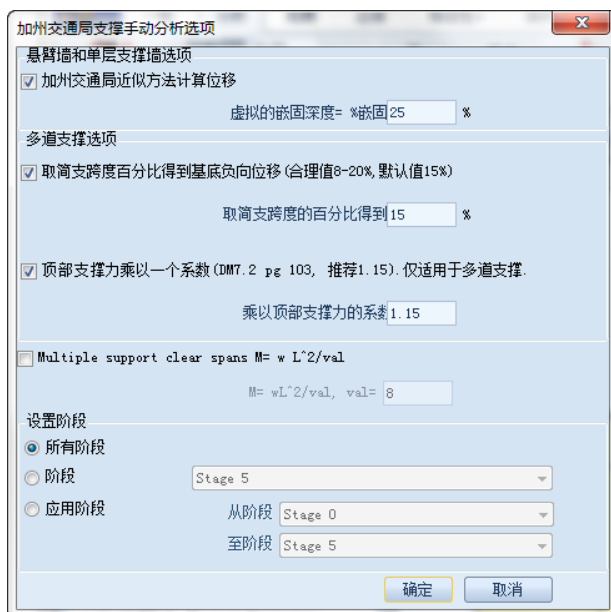

图 2.6.32 加州交通局支撑手动分析选项对话框
- d) **California Trenching and Shoring Manual 2011**: 在 CALTRANS Trenching and Shoring Manual 2011 中有这种方法的详细描述，在 California 广泛使用。该方法和 FHWA 方法类似，除了假定坑底以下某一点（绕最底层支撑力矩为零的点，仅考虑最底层支撑以下的荷载）是固定点。因此，在假设固定点的位置处剪力和弯矩都等于零。程序选项提供了一种通过减小负弯矩（取最大正弯矩的某百分比）的方法考虑弯矩的减少。也提供了一个选项，考虑其他因素，如图 2.6.32。